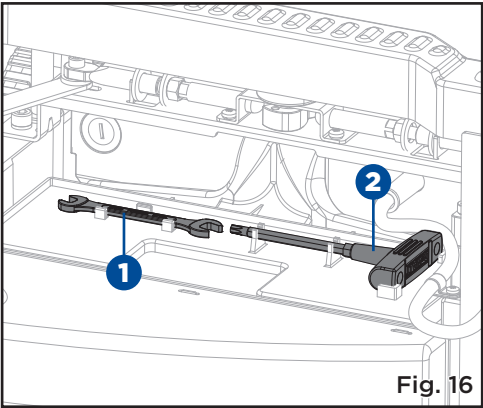

Fig. 16
**CLÉ HEXAGONALE ET CLÉ À LAME RANGEMENT (Fig. 16)**
- Pour votre commodité, la clé à lame (1) et la clé hexagonale (2) peuvent être rangées dans un plateau à outils situé sur la face arrière supérieure de la raboteuse.